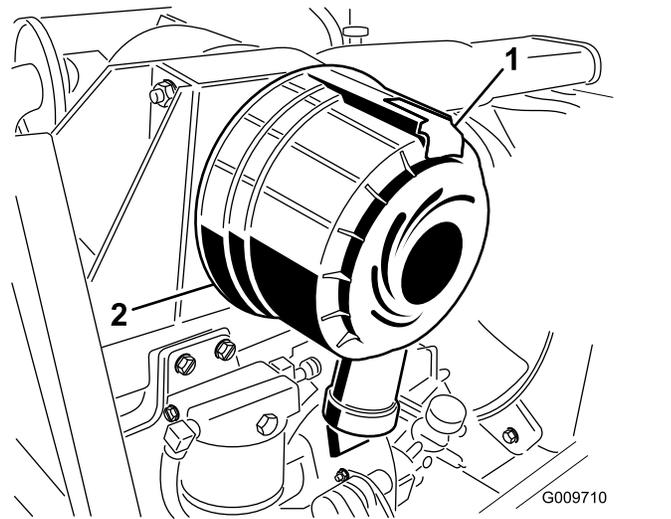

Figura 27
1. Tire hacia fuera del enganche y gire la tapa del limpiador de aire en el sentido contrario a las agujas del reloj (Figura 27).